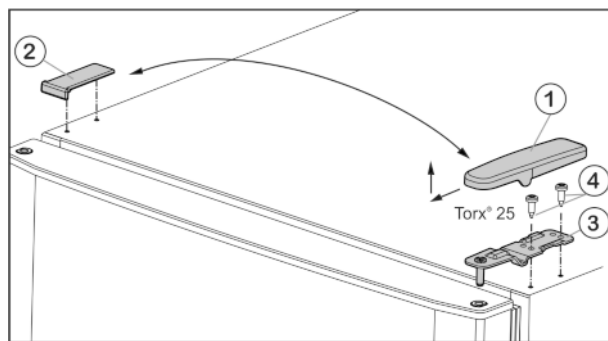
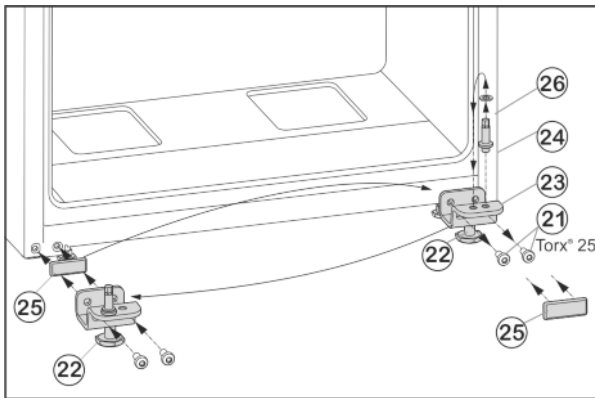

Fig. 4
Fig. 6
- ▶ Потяните крышку Fig. 4 (1) вперед и вверх.
- ▶ Снимите крышку Fig. 4 (2).
- ▶ Открутите верхний опорный кронштейн Fig. 4 (3)(2 шт. Torx® 25) Fig. 4 (4) и вытяните вверх.
- ▶ Открутите крепежные винты Fig. 6 (21).
- ▶ Снимите нижний опорный кронштейн Fig. 6 (23) вместе с опорным пальцем Fig. 6 (24), шайбой Fig. 6 (26) и регулируемой опорой Fig. 6 (22).
- ▶ Открутите опорный палец Fig. 6 (24) вместе с шайбой Fig. 6 (26) и, переставив в отверстие на противоположной стороне опорного кронштейна, снова прикрутите.
- ▶ Аккуратно снимите защитную пластину Fig. 6 (25) и переставьте ее на противоположную сторону.
- ▶ Прикрутите нижний опорный кронштейн Fig. 6 (23) вместе с опорным пальцем Fig. 6 (24), шайбой Fig. 6 (26) и регулируемой опорой Fig. 6 (22) с другой стороны шарнира (с моментом 4 Нм), при необходимости используйте аккумуляторный шурупверт.
- ▶ Установите нижнюю дверцу сверху на опорный палец Fig. 6 (24).
- ▶ Вставьте средний опорный кронштейн (13) с поворотом на 180° в нижнюю дверцу и прикрутите с помощью крепежных винтов (11)(2 шт. Torx® 25) на новую сторону шарнира (с моментом 4 Нм).
- ▶ Снова установите пластиковую шайбу (10).
- ▶ Установите верхнюю дверцу на средний опорный кронштейн (13).
- ▶ Установите верхний опорный кронштейн Fig. 4 (3) на новой стороне шарнира и защелкните в дверце.
- ▶ Привинтите верхний опорный кронштейн (с моментом 4 Нм)(2 шт. Torx® 25) Fig. 4 (4). При необходимости используйте аккумуляторный шурупверт.
- ▶ Наденьте и защелкните крышку Fig. 4 (1) на противоположной стороне снаружи.
- ▶ Также наденьте сверху и защелкните крышку Fig. 4 (2) на противоположной стороне.
- ▶ Выверните регулируемую опору Fig. 6 (22) на нижнем опорном кронштейне Fig. 6 (23) до ее соприкосновения с полом.